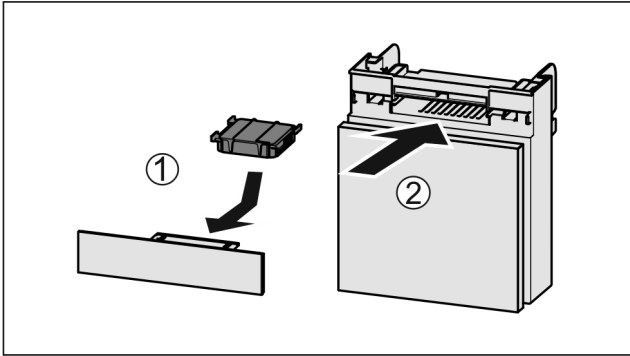

Fig. 171
- ▶ Insérer le filtre à charbon actif d'après le schéma Fig. 171 (1).
- ▶ Insérer le compartiment Fig. 171 (2).